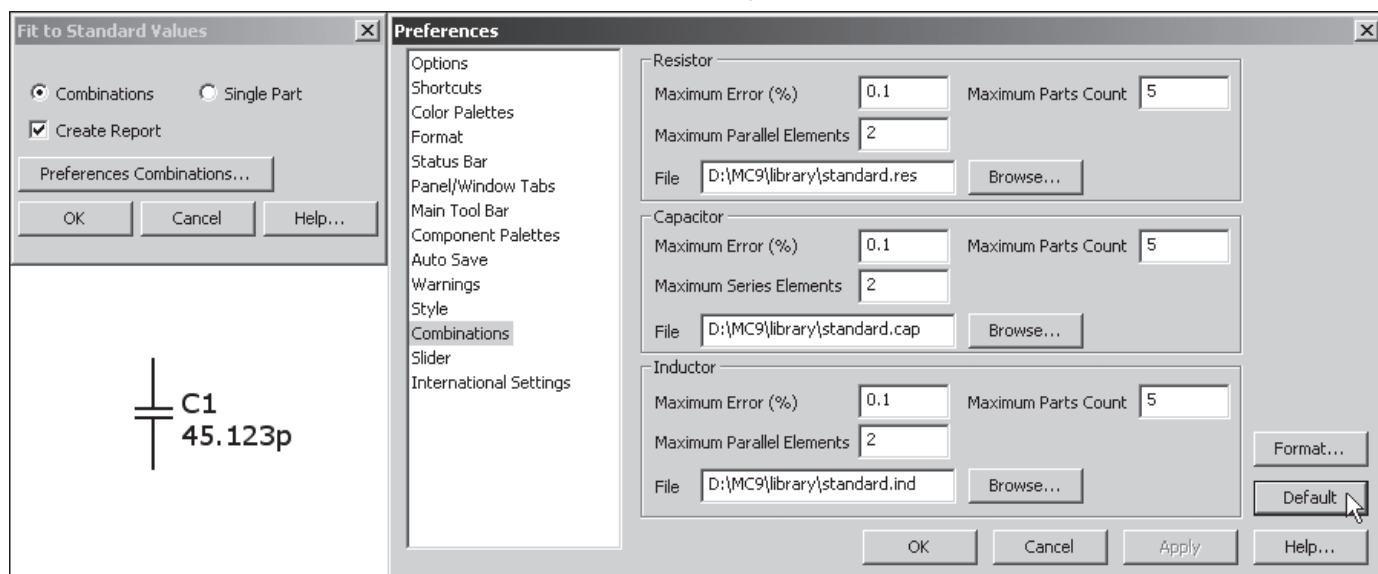

Рис. 3.5. Выполнение команды подбора комбинации стандартных компонентов
- **Fit to Standard Value (Ctrl+Shift+S)** — позволяет подобрать для значений сопротивлений, емкостей, индуктивностей соответствующие компоненты (single) или комбинацию последовательно-параллельного соединения компонентов (combinations) со стандартными номиналами. Открывающееся диалоговое окно с включенной панелью *Preferences Combinations* выглядит следующим образом (рис. 3.5). В результате выполнения команды (рис. 3.5) производится следующий подбор: